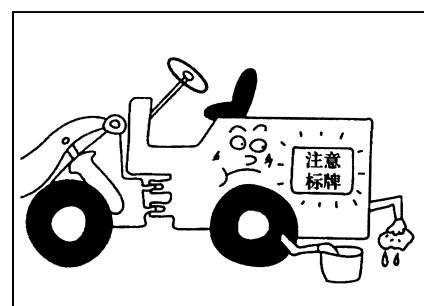

Рис.2-3
- До проведения ремонта, следует наклеить марки "Запрещается операция" на выключателей пуска и панели приборов, или другие аналогичные предупредительные знаки. Предупредить пуск двигателя или управление рычагом управления другими, иначе будет приводить к тяжелому ранению оператора или смерти. (Рис.2-3)